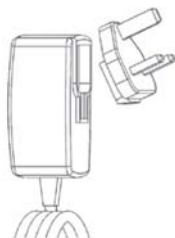

Figura 3 - Alimentación
- El cargador se suministra con un conjunto de adaptadores para su uso en diferentes países (Figura 3)
- Reproductor de imágenes de 1.2 m (4) (conector negro estilo A)